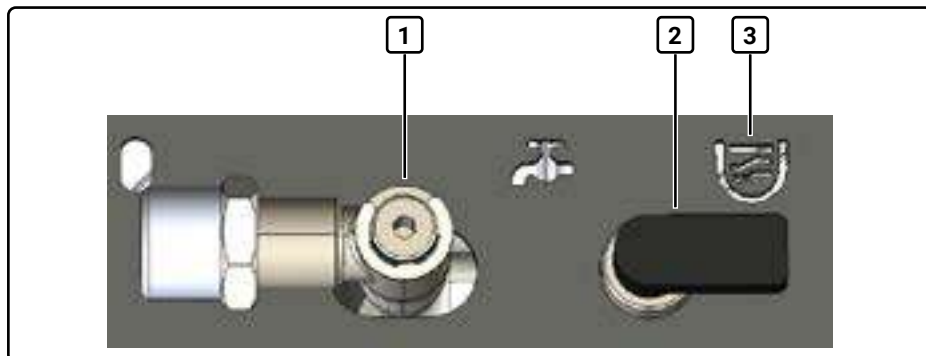

Fig. 4 Vue de dessous : Vanne rotative en position mode réservoir d'eau
1. Tournez la vanne rotative (2, Fig. 4) dans la position du mode réservoir d'eau (3, Fig. 4). La vanne est tournée vers l'extérieur de la machine.